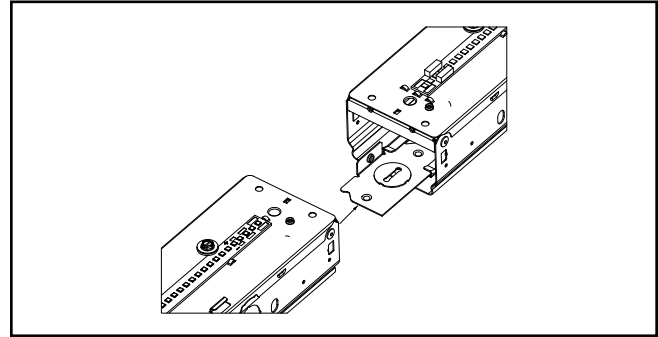

Figure 5.
4. Insérez l'aligneur de rangées dans le canal (figure 5).